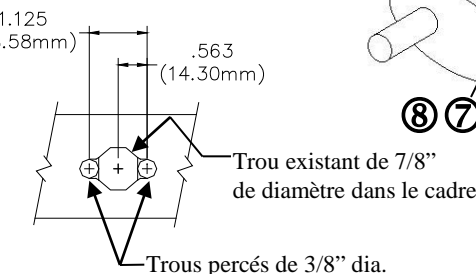

Figure 2
Modifier ce trou des deux côtés pour permettre le passage Voir la figure 2
5. Utiliser une perceuse 3/8 po et une lime pour modifier le trou le plus à l'avant de chaque longeron, comme illustré à la figure 2, pour faire passer les espaceurs et les boulons de carrosserie.